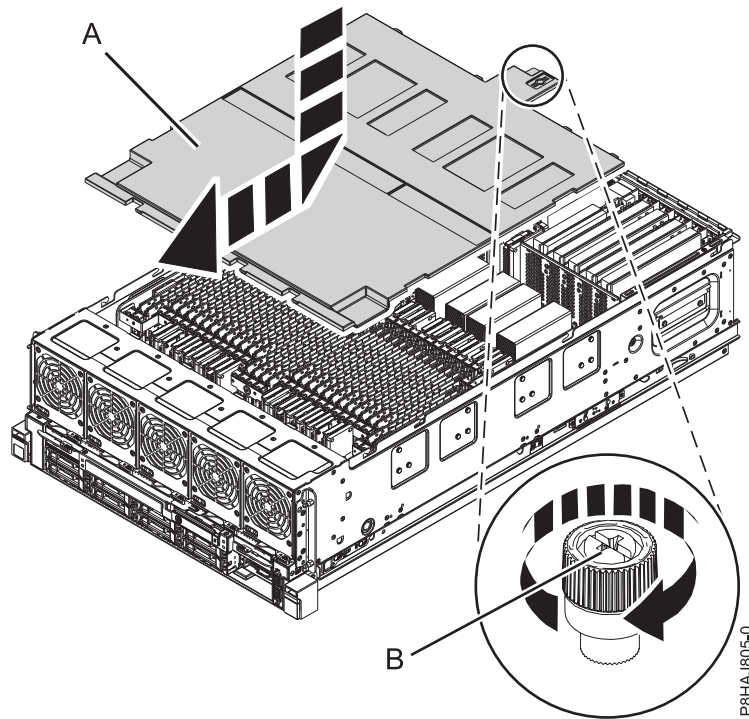

Figura 42. Sustitución de la cubierta de seguridad
2. Presione la cubierta de seguridad (A) hacia el chasis.
3. Apriete el tornillo de mano (B) girándolo en la dirección que se muestra en Figura 42 en la página 53 para fijar la cubierta de seguridad en el chasis.